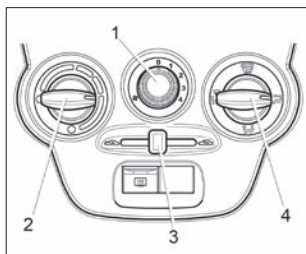

Рис. 37. Блок управления системой вентиляции и отопления
Отопительно-вентиляционная установка автомобиля предназначена для создания в салоне комфортной температуры воздуха, значение которой регулируется блоком управления системой вентиляции и отопления (рис. 37). Однако она не может обеспечить в салоне температуру ниже, чем имеет наружный воздух.
- **рукоятку 4** (см. рис. 37) установить в зависимости от желаемого направления потока;
- **рукоятку 3** (см. рис. 37) перевести в крайнее левое положение ;
- **рукоятку 4** (см. рис. 37) установить в положение ;
- **рукоятку 2** (см. рис. 37) установить в положение подачи максимально теплого воздуха (красная точка) в холодное время года (максимально холодного воздуха в теплое время года, кроме того, рекомендуется включать кондиционер при наличии);
- **рукоятку 1** (см. рис. 37) поставить на скорость в зависимости от степени запотевания стекол.
**При мойке автомобиля нельзя включать вентилятор климатической системы, что соответствует положению «0» рукоятки 1 (см. рис. 37).**
- **рукоятку 2** (см. рис. 37) установить в положение подачи максимально теплого воздуха;
- **рукоятку 1** (см. рис. 37) поставить на максимальную скорость подачи воздуха в салон.
- **рукоятку 4** (см. рис. 37) установите в желаемое положение направления потоков воздуха;
После мойки автомобиля в холодное время года при температуре окружающего воздуха ниже 0 °С рекомендуется включать вентилятор системы вентиляции и отопления салона переключателем 1 (см. рис. 37 и 39) на 3–4 секунды на время около 2–3 минут.